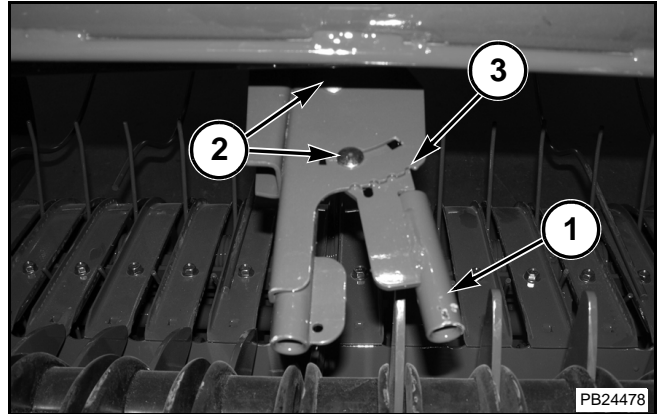

FIG. 11
FIG. 11: La distancia entre los tubos de la cuerda en el brazo de la cuerda puede cambiarse de 51 a 178 mm (2 a 7 pulg) si se mueve el tubo del lado derecho (1).